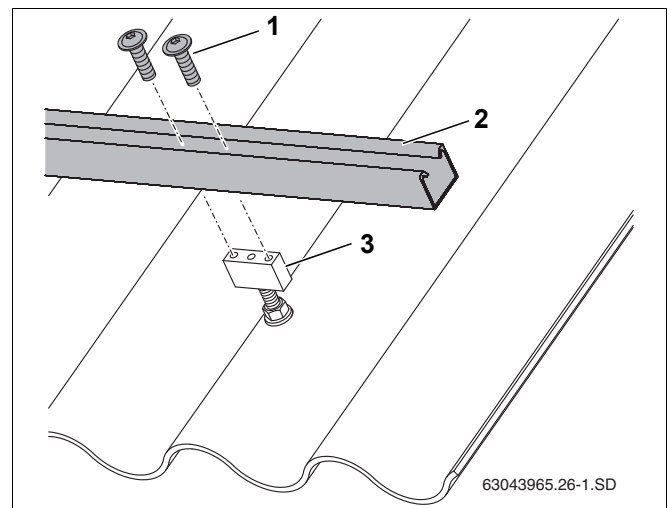

Рис. 25 Крепление профильной рейки к бобышке
- ▶ Закрепите профильные рейки (рис. 25, **поз. 2**) двумя винтами (рис. 25, **поз. 1**).